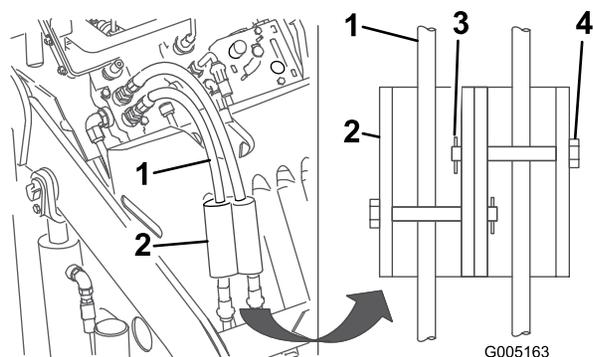

Figura 23
7. Instale los bloqueos de cilindro sobre las mangueras hidráulicas y fíjelos con los pasadores y chavetas (Figura 23).